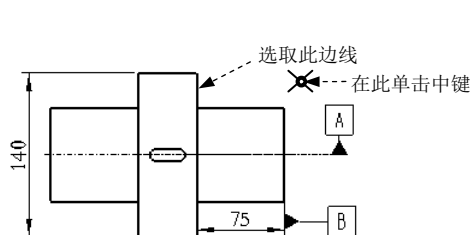

图 5.6.32 定义公差参照 (一)
Step4. 定义公差参照。在 **参考** 区域的 **类型** 下拉列表中选择 **曲面** 选项，选取图 5.6.32 所示的面（边线）为公差参照。
- (1) 在对话框中 **放置** 区域的 **类型** 下拉列表中选择 **法向引线** 选项，在弹出的 **LEADER TYPE (引线类型)** 菜单中选择 **Arrow Head (箭头)** 命令。
- (2) 在系统 $\rightarrow$ 选择多边, 尺寸界线, 坐标系, 轴心, 多个轴线, 曲线, 顶点 或截面图元。的提示下，选取图 5.6.32 所示的边线。
(3) 在图 5.6.32 所示的位置单击中键，放置“位置度”公差。